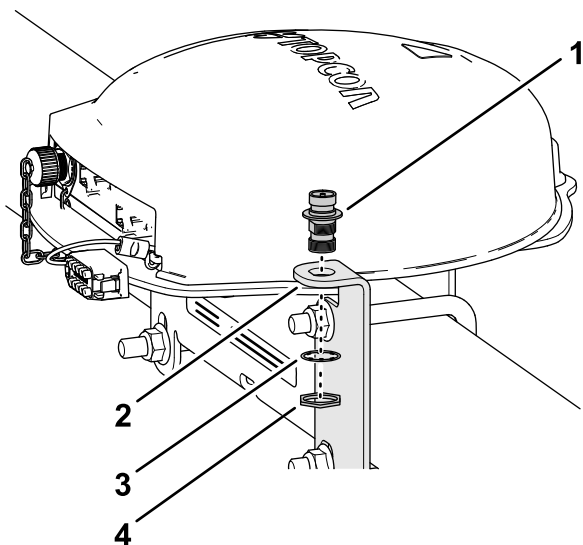

Figura 147
1. Alinee el conector coaxial con el orificio del soporte de la antena RTK, con las roscas del conector hacia abajo (Figura 147).
2. Monte el conector coaxial en el soporte de la antena con la arandela de freno y la contratuerca, y apriete la contratuerca a mano (Figura 147).